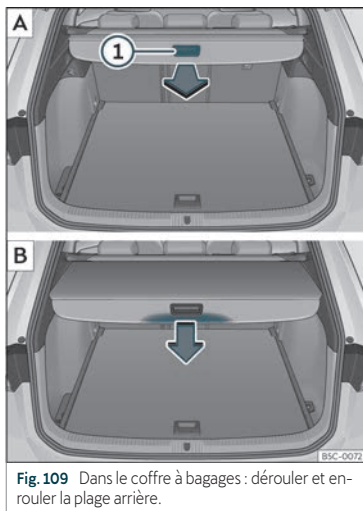

Fig. 109 Dans le coffre à bagages : dérouler et enroutler la plage arrière.
• Tirez uniformément sur la plage arrière par la poignée » » **fig. 109** (1) [A] vers l'arrière puis retirez-la jusqu'en butée jusqu'à ce qu'elle s'encastre de manière audible.
• Appuyez sur la poignée de la plage arrière dans le sens de la flèche jusqu'à la débloquent » » **fig. 109** [B].